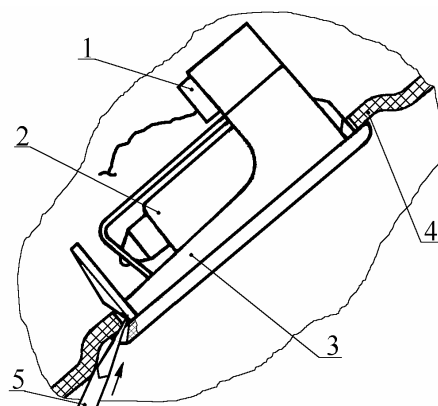

Рис. 54. Плафон подсветки зоны ног водителя:
15.4.1. Снять плафон 3 (рис.54) подсветки зоны ног водителя с надставки 4 панели приборов левой, отжав отверткой 5 защелку плафона, как показано на рис. 54.